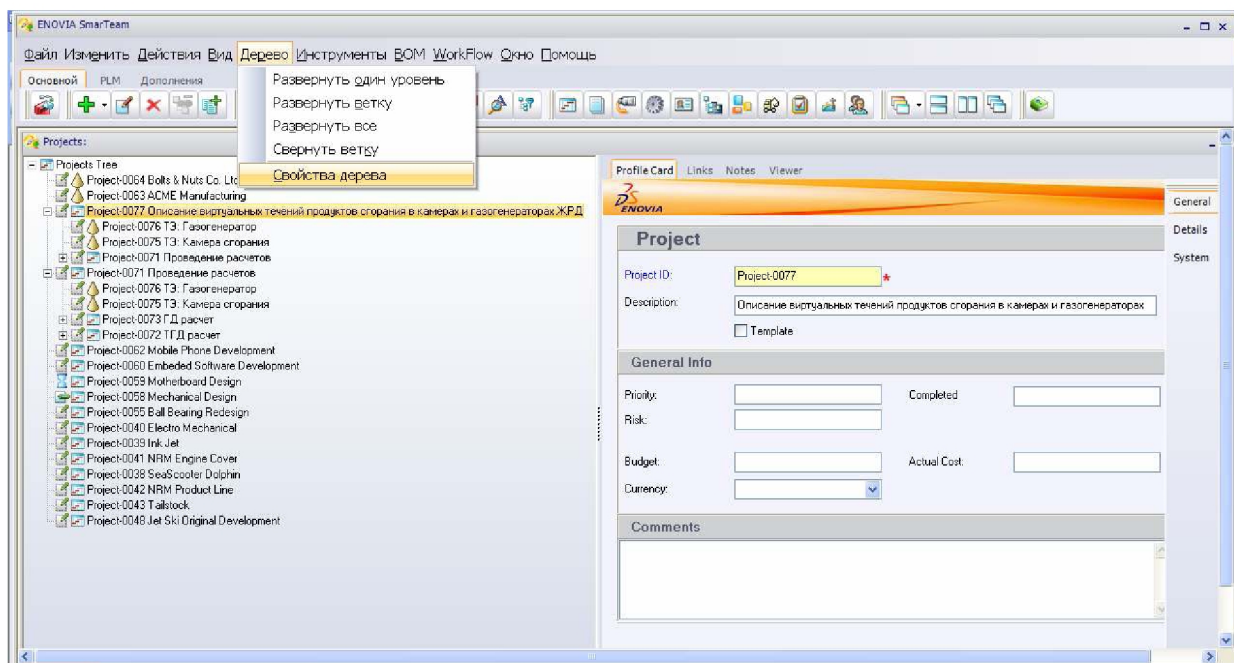

Рисунок 5 – Исправление вида дерева
1. В главном меню нажмите «Дерево» → «Свойства дерева» (рисунок 5)